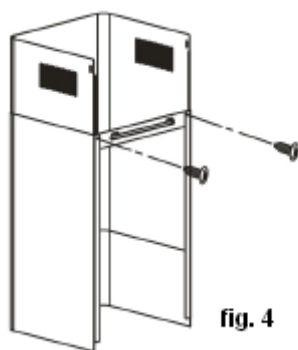

fig. 4
- Enrosque la horquilla plana a la parte trasera de la parte inferior de la chimenea (fig.4).
- Coloque las 2 chimeneas sobre la campana (fig.4).